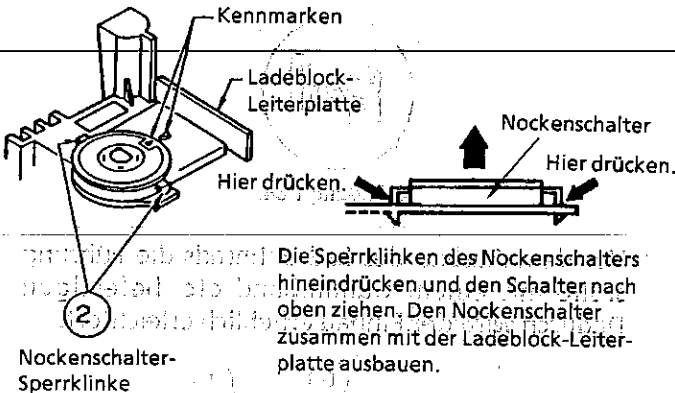

Abbildung 1-70.
- 1. Die Kabel ① vom Lademotor ablöten.
- 2. Die rechten und linken Haltehaken ② des Nockenschalters außerhalb des Ladeblocks entriegeln. Danach den Nockenschalter und die Ladeblock-Leiterplatte herausnehmen (siehe Abbildung 1-70)